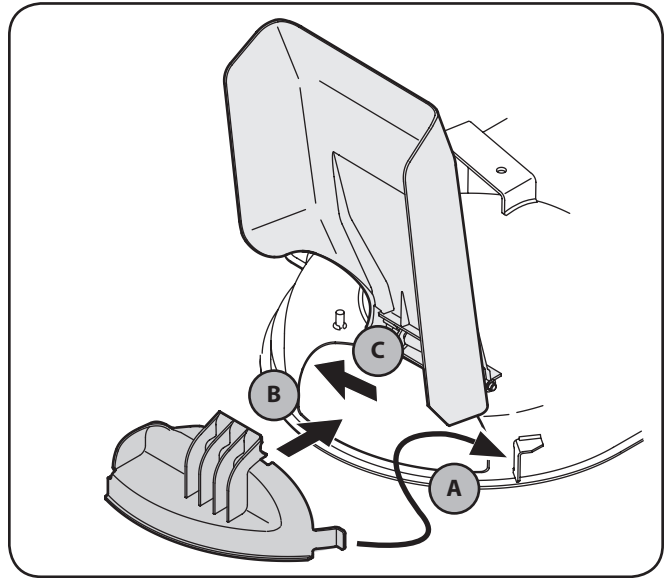

Figure 5-1
1. Insérez la patte droite (A) du bouchon de déchiquetage dans le support du plateau de coupe. Voir Figure 5-1.
2. Placez le bouchon dans l'orifice d'évacuation (B). Voir Figure 5-1.
3. Lorsque le bouchon est bien placé, poussez-le vers l'arrière de la tondeuse (C) pour le maintenir en place. Voir Figure 5-1.